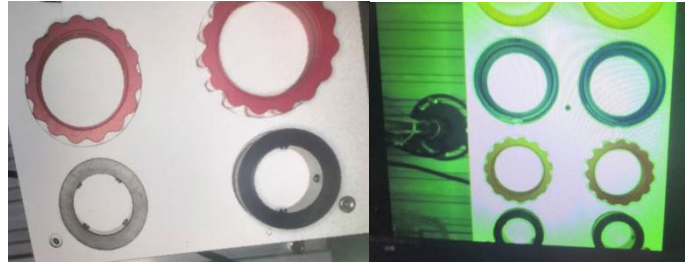

图 9 相机采集参考图
1. 打开 MVP 智能相机软件，连接和配置相机，使智能相机运行稳定，并能清晰地显示图像，如图 9 所示。